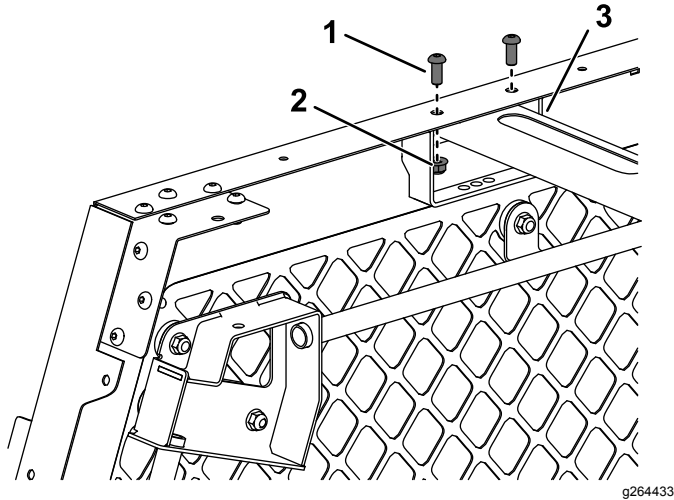

图13
1. 用 2 个圆头螺丝 5/16 x ¾ 英寸和 2 个凸缘螺母 5/16 英寸安装支架安装架的两侧请参阅图 13。